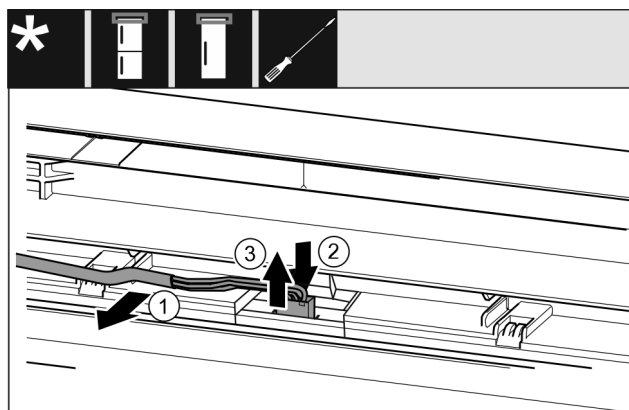

Fig. 20
- ▶ Απελευθερώστε το γκρι καλώδιο προσεκτικά από τον οδηγό στην πόρτα. Fig. 20 (1)
- ▶ Πιέστε το ατάκι πίσω από το φιν προς τα πίσω. Fig. 20 (2)
- ▶ Αφαιρέστε το φιν τραβώντας το προσεκτικά προς τα επάνω. Fig. 20 (3)